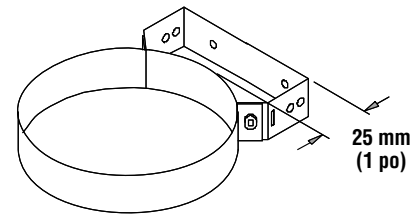

Figure 27 - Guide mural (WG)
1. Le guide mural est utilisé comme guide latéral pour résister aux charges latérales uniquement; il n'est pas conçu pour supporter le poids d'une cheminée verticale. Il assure aussi un dégagement minimum de 25 mm (1 po) par rapport aux matériaux combustibles pour le modèle DIS et 4" pour le modèle DAS. Voir **Figure 27** - Guide mural.